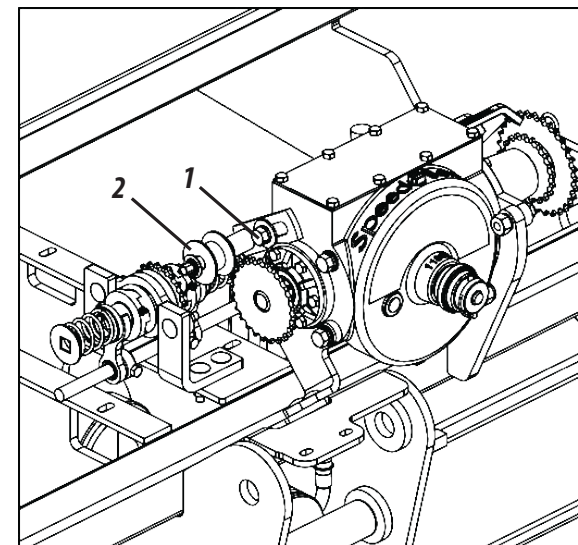

Figura 59
TENSÃO DAS CORRENTES (FIGURA 59)
- 1- Solte o parafuso (1), deslize o esticador (2) até a tensão necessária. Em seguida, reaperte a porca, **conforme mostra a figura 59.**